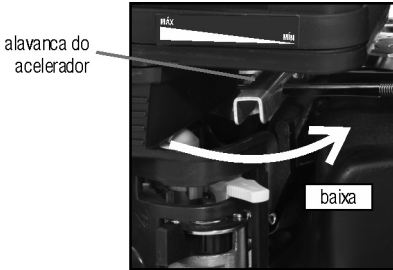

Fig. 24 – Desligando o motor
- a. Diminua a rotação do motor deslocando a alavanca do acelerador para a posição baixa (MÍN.) (fig. 24).